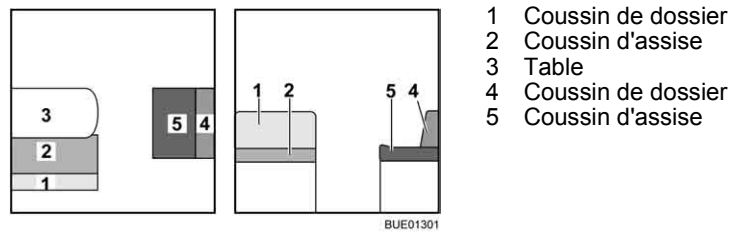

Fig. 129 Avant la transformation
- Convertir la table (Fig. 129,3) en sommier de lit (voir paragraphe 6.11).
- Enlever le coussin de dossier (Fig. 129,1) et le placer de côté.